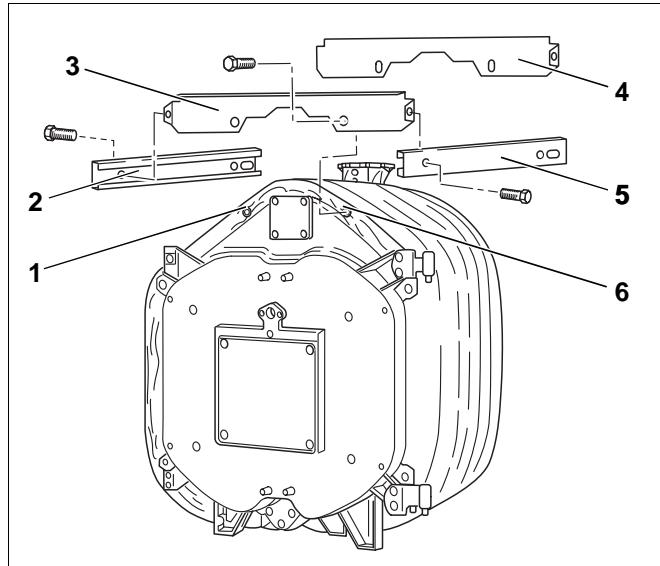

Рис. 36
- Установить поперечную траверсу (рис. 36, **поз. 3**) сверху спереди на литом выступе (рис. 36, **поз. 1 и 6**) и закрепить болтами (M 8 x 12). Отбортовка передней траверсы должна быть направлена вперед.
- Зафиксировать поперечную траверсу вверху сзади (рис. 36, **поз. 4**) на литом выступе и закрепить болтами (M 8 x 12). Отбортовка нижней траверсы должна быть направлена назад.
- Продольные траверсы (рис. 36, **поз. 2 и 5**) наложить сбоку на поперечные траверсы и закрепить саморезами. Отбортовки продольных траверс должны быть при этом направлены внутрь, тогда как удлиненные отверстия обращены к задней стороне котла.